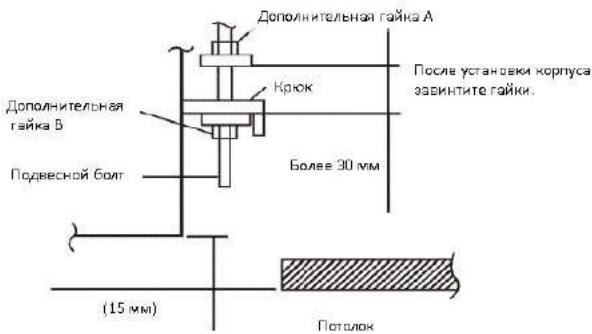

Рис.7
- (1) Закрепите сперва гайку А, затем гайку В на болт подвески (Рис.7)
- (2) Поддерживая блок, установите и зафиксируйте специальными фиксирующими пластинами и заверните гайки на кронштейнах (Рис.7)
- (3) Закручивайте гайку В для регулировки высоты блока. (Рис.7)
- (4) При помощи уровнемера или виниловой трубы отрегулируйте гайками на кронштейнах положение блока в горизонтальной плоскости.